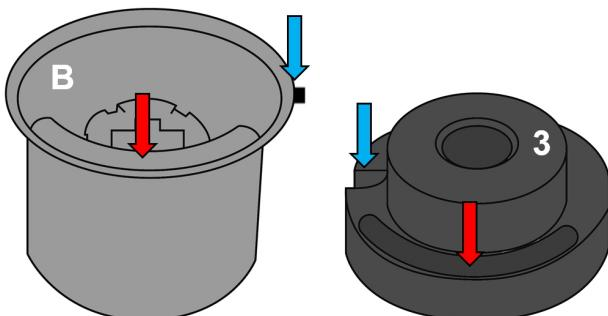

Fig. 2
- Pour un positionnement correct de la douille, alignez l'évidement dans la pièce de pression de montage (3) avec la goupille de la nouvelle douille (Fig. 2).